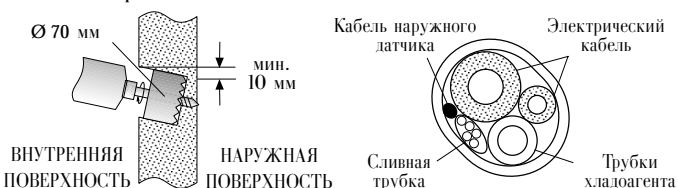

Рис. 7
- Для соединения наружного и внутреннего агрегатов в стене должно быть просверлено отверстие диаметром 70 мм (3 дюйма), через которое пройдут трубки хладагента, сливная трубка и электрический кабель (см. рис. 7).
- Обязательно пропустите сливной шланг по низу отверстия (рис. 7).
- Позаботьтесь о том, чтобы сливная трубка проходила по низу отверстия в стене (см. рис. 7).